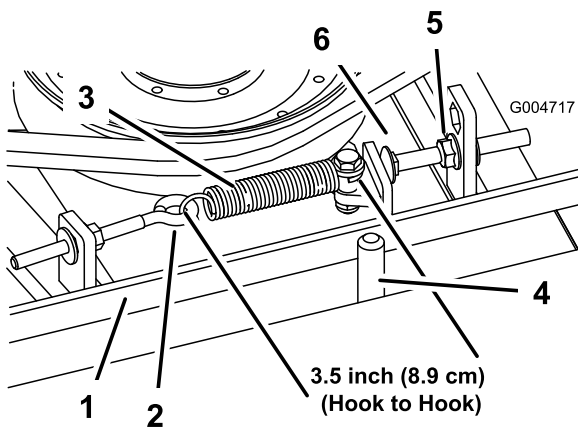

Figura 75
Quando a tensão estiver correta, a medida interior da mola de extensão (gancho a gancho) deverá ser de cerca de 8,3 cm a 9,5 cm. Logo que se obtenha a tensão correta da mola, ajuste o pino de fecho (parafuso da carroçaria) até haver uma folga aproximada de 2 a 5 mm entre a cabeça do parafuso e o braço intermédio (Figura 75).
Nota: Certifique-se de que correia está colocada no lado da mola do guia da correia (Figura 75).
2. Desaperte o parafuso com olhal permitindo a remoção da mola de extensão (Figura 75).
3. Desaperte a porca flangeada que prende o pino de fecho à patilha de montagem e afaste a polia intermédia da correia para libertar a tensão da correia (Figura 75).
9. Ligue a mola de extensão (Figura 75) ao parafuso de olhal e aplique a tensão na correia como se segue: